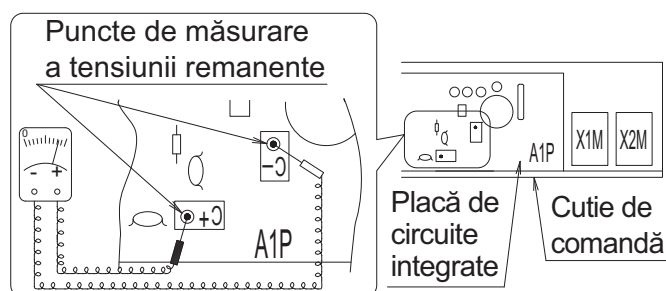

Fig. 1
- După deschiderea capacului cutiei de control, măsurați cu un tester tensiunea reziduală între punctele de pe placa cu circuite imprimate prezentate în **Fig. 1** fără a atinge piesa sub tensiune și confirmați că tensiunea reziduală este de 50 V c.c. sau mai mică.